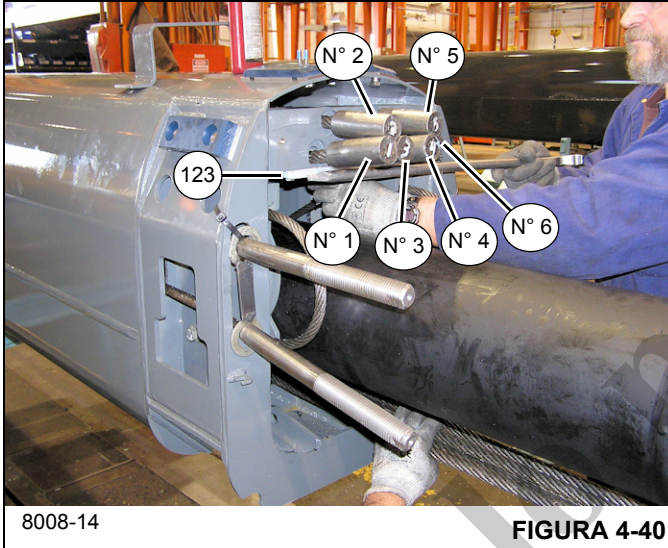
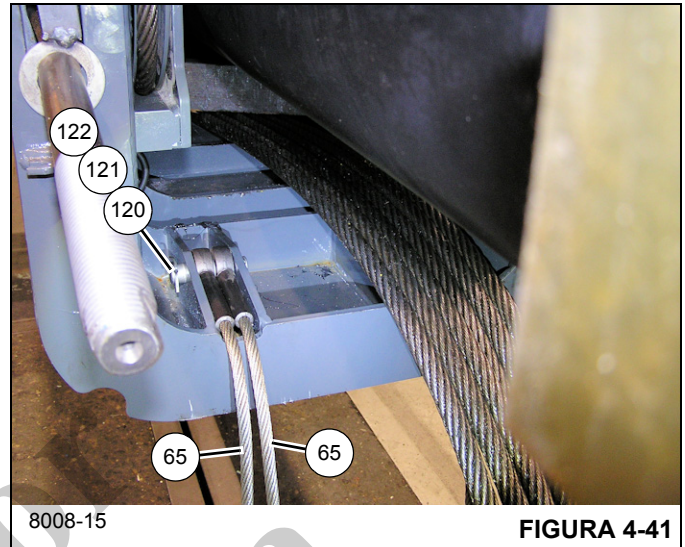

FIGURA 4-40
FIGURA 4-41
- 49. Instale los dos cables de extensión de la sección telescópica 3 (150), etiquetados 2 y 5, en los puntos de anclaje en la parte trasera de la sección telescópica 3 (4) (vea la Figura 4-40).
- 50. Instale los cuatro cables de extensión de la sección telescópica 3 (150), etiquetados 1, 3, 4 y 6, en los puntos de anclaje en la parte trasera de la sección telescópica 3 (4) (vea la Figura 4-40).
- 51. Monte la almohadilla de desgaste del cilindro (123) en la parte superior del punto de anclaje en la parte trasera de la sección telescópica 3 (4), utilizando los dos pernos (124) y las arandelas de seguridad (25) (vea la Figura 4-40).
- 52. Tire de los seis cables de extensión de la sección telescópica 3 (150) hasta que se asienten en los puntos de anclaje en la parte trasera de la sección telescópica 3 (4).
- 53. Fije el retenedor del cable (125) a la parte trasera de la sección telescópica 3 (4) utilizando los dos pernos (124) y las arandelas de seguridad (25).
- 54. Fije los dos cables de retracción de la sección telescópica 3 (65) a la parte trasera de la sección telescópica 3 (4) utilizando el pasador (120), dos arandelas planas (121) y dos pasadores hendidos (122) (lados izquierdo y derecho) (vea la Figura 4-41).